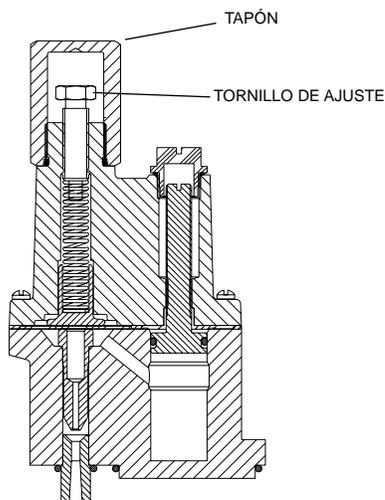

Figura 2.14 Tapón y tornillo de ajuste del elemento funcional
1. Retire el tapón (Figura 2.14).
2. Gire hacia abajo el tornillo ajustador (figura 2.14). Apriete el tornillo en sentido de las agujas del reloj para aumentar la presión. Cuando el tornillo ajustador se encuentre completamente abajo, la presión de alivio es aproximadamente de 30 psi (270 kPa). Posiciones entre completamente hacia arriba y completamente hacia abajo resultará en presiones de alivio aproximadamente de 3 psi (21 kPa) y 30 psi (207 kPa).